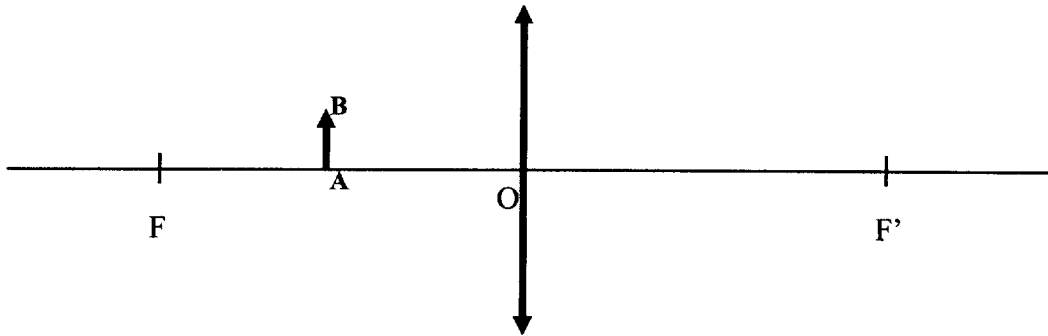

figure 3
1. On observe à l'aide de la loupe une graduation de 0,01 mm représentée sur la figure 3 du document-réponse D₂ page 6, par la flèche AB.